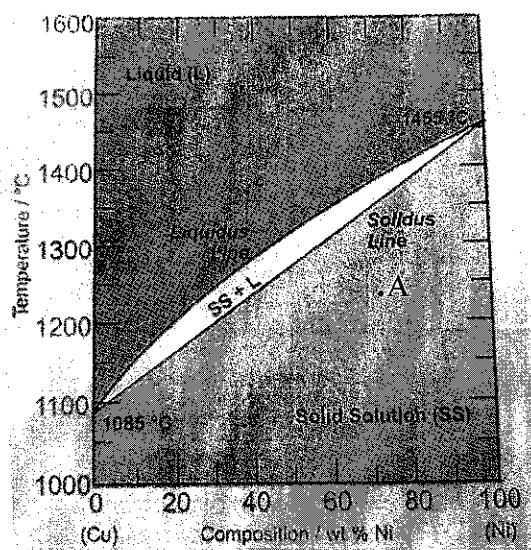

Figure 2(d) / Rajah 2(d)
- CLO1 (d) Figure 2(d) shows Cu-Ni phase diagram.